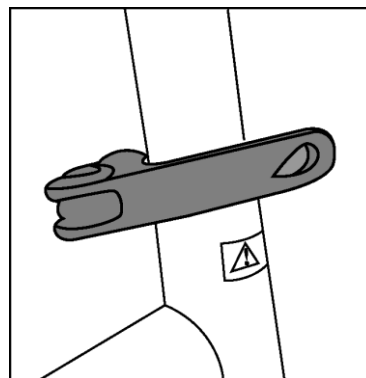

Abbildung 2: Lenker- oder Sattelklemme
- **Lenker- und Sattelklemme:** siehe **Abbildung 2**. Mit diesen Klemmen können Sie Sattel und Lenker auf die richtige Höhe einstellen. Stellen Sie sicher, dass diese Klemmen fest sitzen.